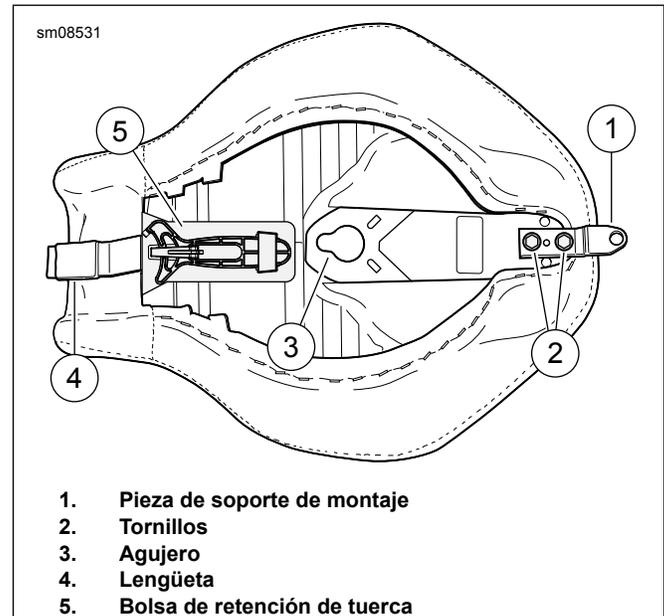

Figura 1. Pieza de soporte, tornillos, ranura de asentamiento y lengüeta
1. Ver Figura 1. Extraer los dos tornillos (2) que aseguran la pieza de soporte trasera del asiento (1). Extraer la pieza de soporte. Deseche la pieza de soporte. Para el 52400125: Guarde los tornillos para la instalación en el asiento trasero. Para el 52400127: Deseche los tornillos.